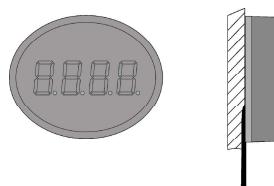

Рис.1 Вариант крепления 1
1. Прикрепите БК с помощью скотча на плоскую поверхность, а шлейф отведите вниз (см. рисунок 1).